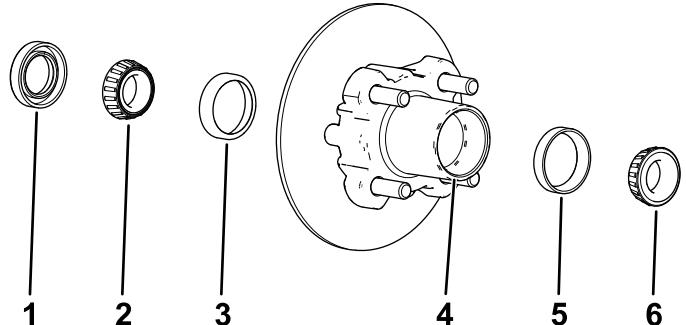

Figure 41
1. Déposez le roulement extérieur et la bague de roulement du moyeu (Figure 41).
2. Déposez le joint et le roulement intérieur du moyeu (Figure 41).
5. Éliminez la graisse, la saleté et les débris à l'intérieur de la cavité du moyeu (Figure 41).
7. Remplissez 50 à 80 % de la cavité du moyeu avec la graisse spécifiée (Figure 41).
8. Montez le roulement intérieur sur la bague, sur le côté intérieur du moyeu, puis posez le joint (Figure 41).